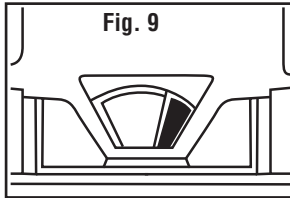

Fig. 9
1. **DO NOT OVERFILL TANK.** Empty when waste level indicator turns from **green to red** (Fig. 9). (Toilet without an indicator: open valve to check visually.)
1. **NO LO LLENE DEMASIADO.** Vacíelo cuando el indicador de nivel cambie de color **verde a rojo** (Fig. 9). (Inodoro sin indicador: abra la válvula para examinarla.)